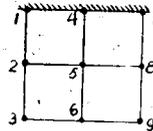

图 1—4
25、如图 1—5 所示，已知： $\lambda = 43\text{W/m}^{\circ}\text{C}$ ， $a_s = 10\text{W/m}^{\circ}\text{C}$ ，求 $T_1$ ， $T_2$ ， $T_3$ ， $T_4$ ， $T_5$ 和 $T_6$ 。